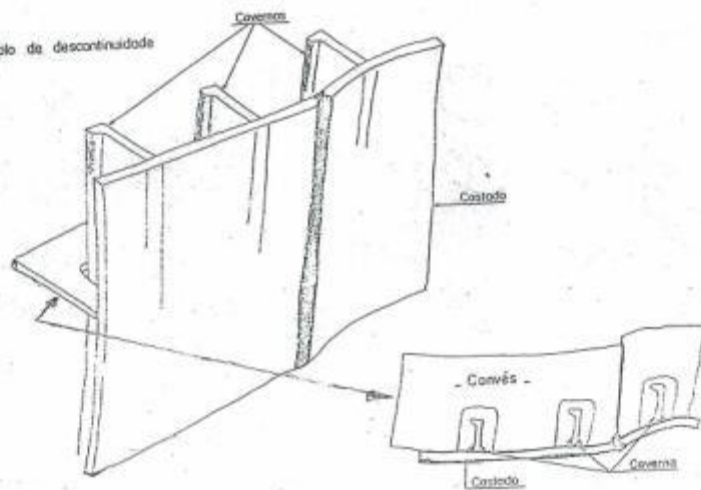

Fig. 7
- e) Descontinuidade _ Fig. 7
- p) A não concordância em sua forma — Fig.7